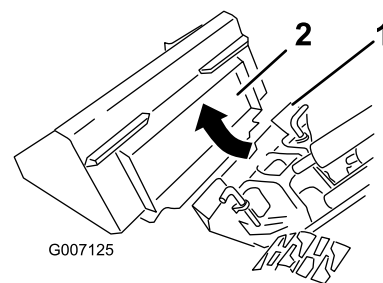

Figura 31
- Coloque la placa de montaje debajo del reborde superior de la placa receptora del accesorio (Figura 31).